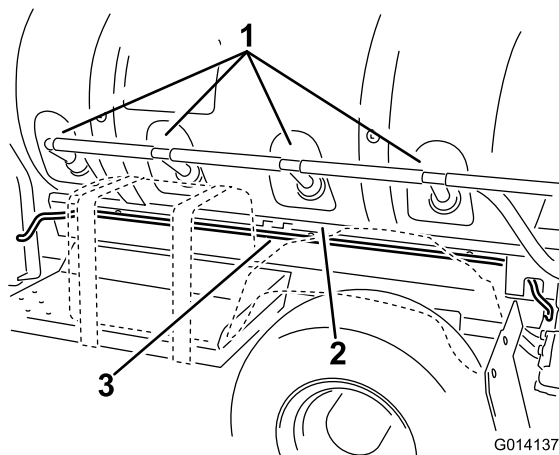

Figure 15
2. Acheminez le faisceau vers l'avant le long du patin de la cuve et sous les orifices d'agitation jusqu'au compartiment de batterie (Figure 15). Utilisez trois serre-câble en plastique pour fixer le faisceau de câblage au bâti.